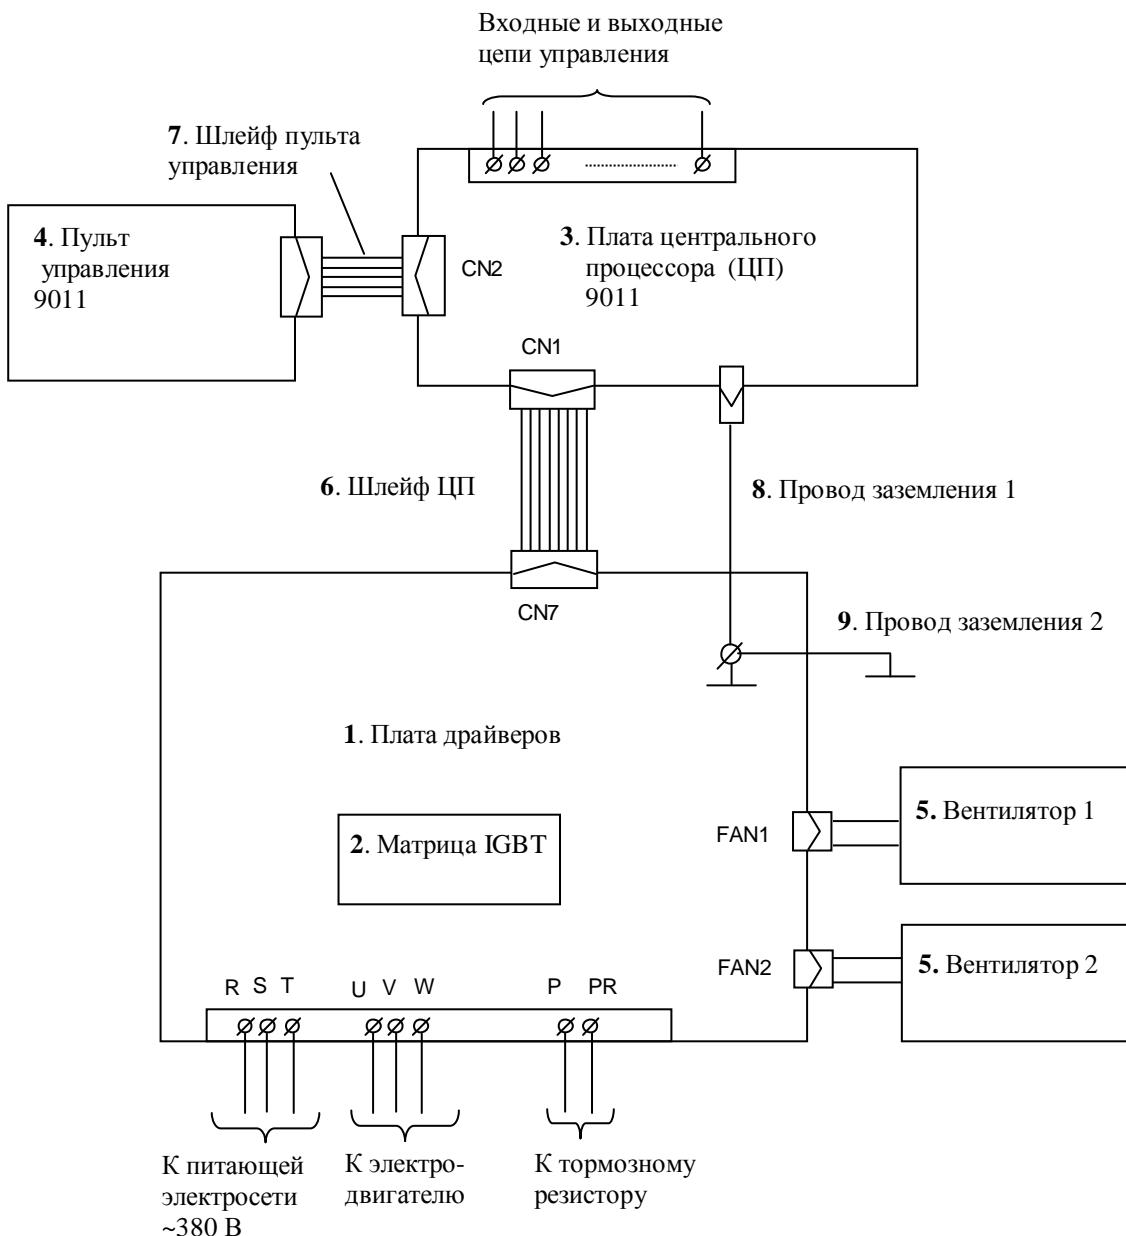

Рис. 4.2. Блок-схема преобразователей частоты **EI-9011-001Н...007Н**
4.3. Блок-схема преобразователей частоты **EI-9011-001Н...007Н** приведена на рис. 4.2, структурная схема преобразователей - в Приложении 1.
4.4. Фотографии сменных узлов, входящих в состав преобразователей частоты EI-9011-001H...007H, приведены в табл. 4.1. (порядковые номера соответствуют рис. 4.2).